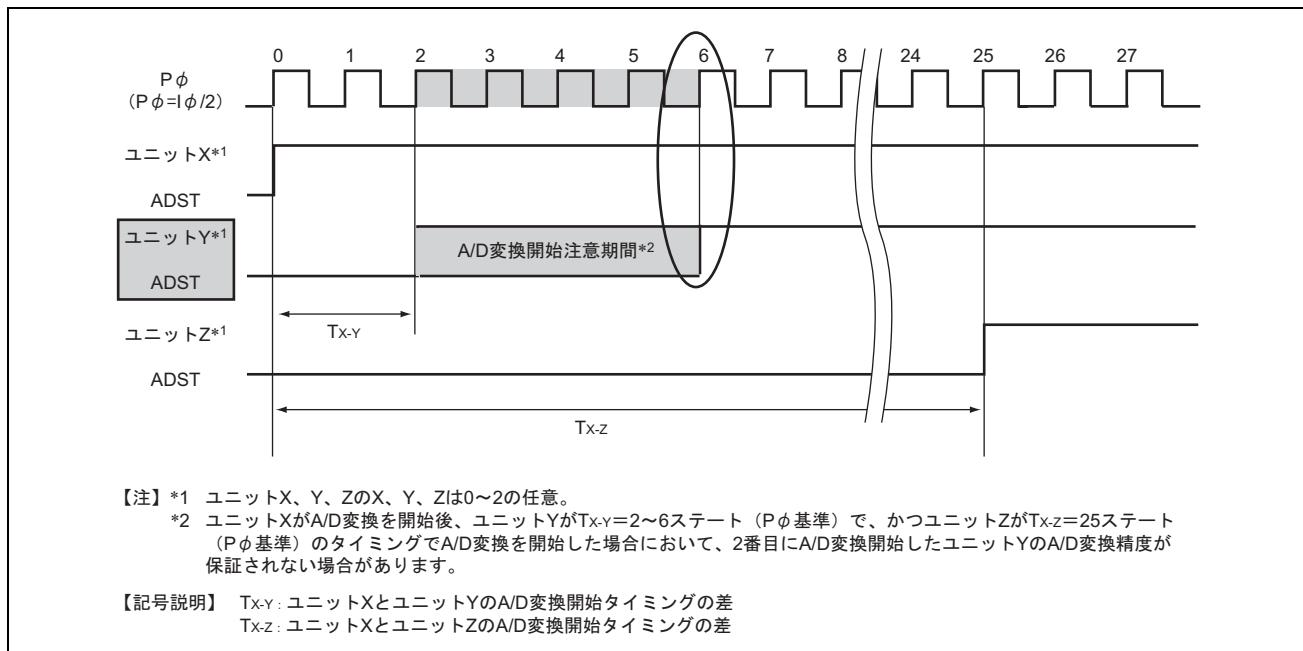

図 19.19 2 番目に A/D 変換を開始したユニット Y の、A/D 変換精度が保証されない動作タイミング 2
- 図19.19に示すように、ユニットXがA/D変換を開始後、ユニットYが $T_{X-Y}=2\sim 6$ ステート（ $P\phi$ 基準）で、かつユニットZが $T_{X-Z}=25$ ステート（ $P\phi$ 基準）のタイミングでA/D変換を開始した場合において、2番目にA/D変換開始したユニットYのA/D変換精度が保証されない場合があります。